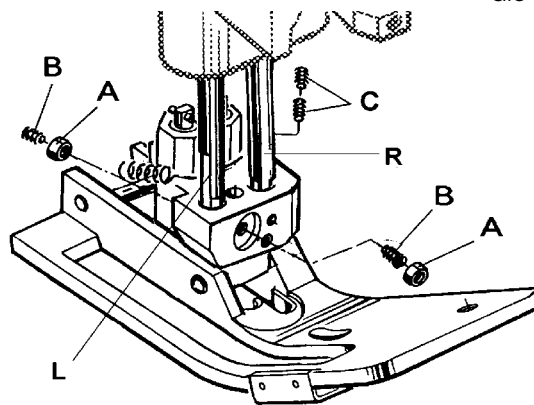

Fig. 15
Remove the needle and rotate handwheel until the feed dog is below the throat plate. Depress the presser foot lifter lever and insert the presser foot in the two presser bars (L and R, Fig. 15). The left presser bar (L) should only engage with its pivot in the opening of the presser foot shank.
Loosen the two lock nuts (A, Fig. 15) and align with the two set screws (B), the needle slot in the presser foot with the needle slot in the throat plate. Secure this setting with the two lock nuts (A).
**NOTE:** The two set screws (A) should just contact the pivot of the left presser bar (L) but not be tightened. Now tighten the two set screws (C) right in the presser foot shank on the right presser bar. Insert the needle.
Entfernen Sie die Nadel und drehen Sie das Handrad bis der Transporteur unter der Stichplatte steht. Drücken Sie den Drückfuß-Lifterhebel und setzen Sie den Drückfuß in die beiden Drückfußstangen (L und R, Fig. 15) ein. Die linke Drückfußstange (L) darf nur mit dem Zapfen in die Öffnung der Drückfußnabe eingreifen.
Lösen Sie die beiden Kontermuttern (A, Fig. 15) und richten Sie mit den beiden Gewindestiften (B) das Stichloch im Drückfuß zum Stichloch der Stichplatte aus. Sichern Sie diese Einstellung mit den beiden Kontermuttern (A).
**BEACHTEN SIE:** Die beiden Gewindestifte (A) sollen am Zapfen der linken Drückfußstange (L) gerade anliegen, aber nicht drücken. Ziehen Sie jetzt die beiden Gewindestifte (C) rechts in der Drückfußnabe auf der rechten Drückfußstange an. Setzen Sie die Nadel wieder ein.